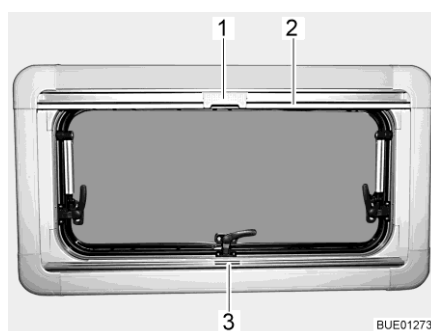
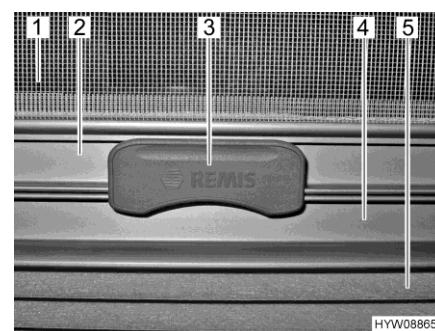

Bild 17 Ausstellfenster
Bild 18 Raste
Die Faltverdunklung (Bild 18,5) befindet sich im unteren Rollokasten.
- Faltverdunklung in der Mitte der Griffleiste (Bild 17,3 und Bild 18,4) fassen, von unten nach oben ziehen und auf der gewünschten Höhe loslassen. Die Faltverdunklung bleibt in dieser Höhe stehen.
Das Insektenschutzrollo (Bild 18,1) befindet sich im oberen Rollokasten.
- Insektenschutzrollo an der Griffleiste (Bild 17,2 und Bild 18,2) nach unten ziehen, bis es an der Griffleiste der Faltverdunklung (Bild 18,4) anstößt.
- Raste (Bild 17,1 und Bild 18,3) am Insektenschutzrollo mit der Griffleiste der Faltverdunklung verriegeln. Wenn die Raste verriegelt ist, können Faltverdunklung und Insektenschutzrollo gemeinsam verstellt werden.
- Raste (Bild 18,3) am Insektenschutzrollo oben drücken.
- Insektenschutzrollo an der Griffleiste (Bild 17,2) langsam zurückführen.